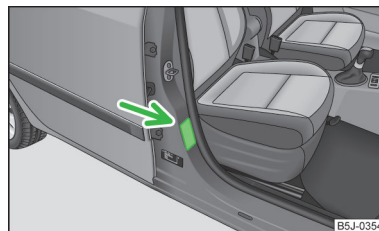

Fig. 13
- Sul montante centrale lato passeggero » **fig. 13**. L'etichetta è visibile aprendo la porta del passeggero.